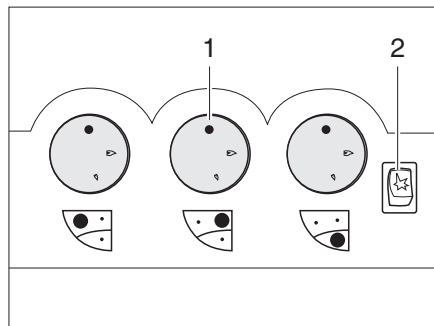
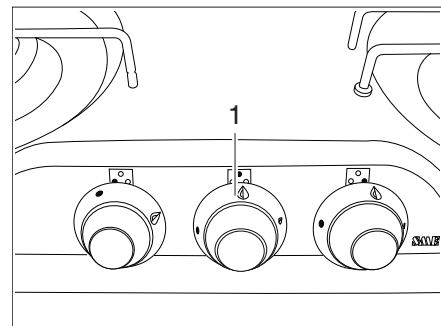

Bild 125 Bedienelemente für Gaskocher
Bild 126 Alternative: Bedienelemente für Gaskocher
- Drehregler (Bild 125,1 oder Bild 126,1) der gewünschten Brennstelle auf Zündposition (große Flamme) drehen.
- Wenn eine Zündtaste (Bild 125,2) vorhanden ist: Funke durch Drücken der Zündtaste erzeugen.